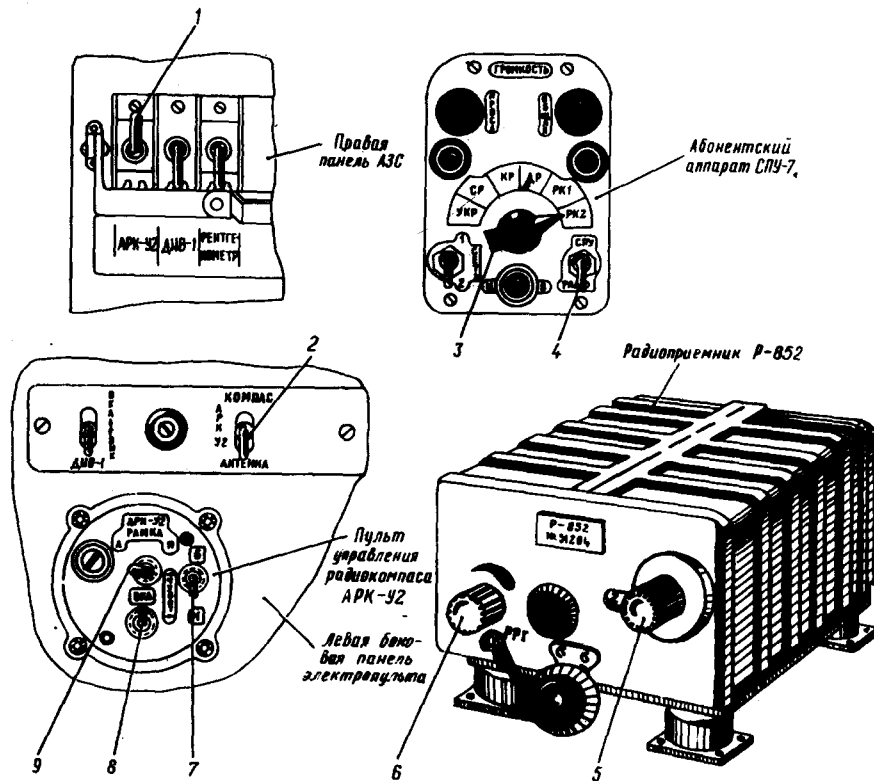

Рис. 34. К проверке работоспособности радиоприемника Р-852 и радиоконпаса АРК-У2:
1. Включить автомат защиты сети 1 «АРК-У2» (рис. 34).